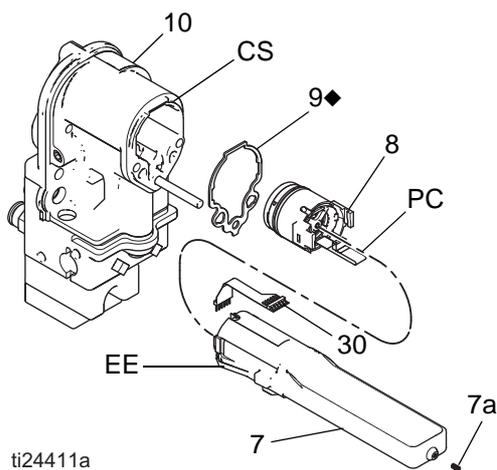

Fig. 37 . Alimentation électrique
**REMARQUE :** Remplacez les paliers de la turbine après 2000 heures de fonctionnement. Commandez le kit 24N706 de coussinets. Les pièces contenues dans le kit sont repérées par un symbole (◆). Consultez la FIGURE 37 et la FIGURE 40.
3. Mesurez la résistance entre les deux bornes extérieures du connecteur à 3 câbles (PC) ; elle doit être comprise entre 2 et 6 ohms. Si cette plage n'est pas respectée, remplacez la bobine de la turbine (8a).
5. Si cela est nécessaire, faites tourner le ventilateur (8e) de sorte que ses pales ne se trouvent pas devant les quatre languettes de coussinet (T) du boîtier (8d).